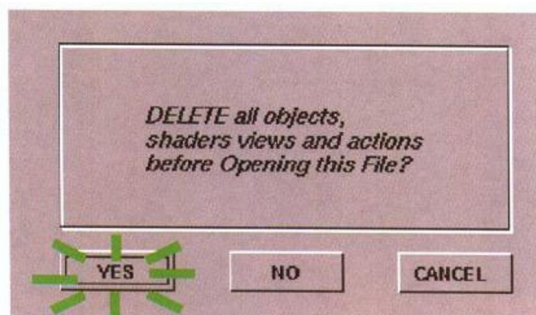

图 1-16
(6) 如果你已经准备好在 Studio Tools 环境里工作，将会弹出一个如图 1-16 所示的对话框，问你是否要删除所有的对象、材质、视图和操作，单击 YES 按钮。